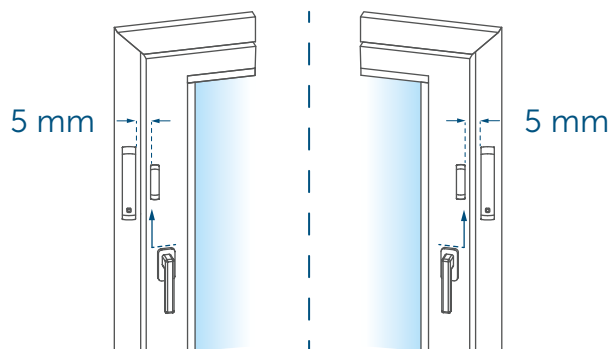

Figure 10
- i** La distance idéale entre le bord de boîtier du contact de fenêtre et de porte et le contact magnétique, s'élève à 5 mm (v. figure 10).